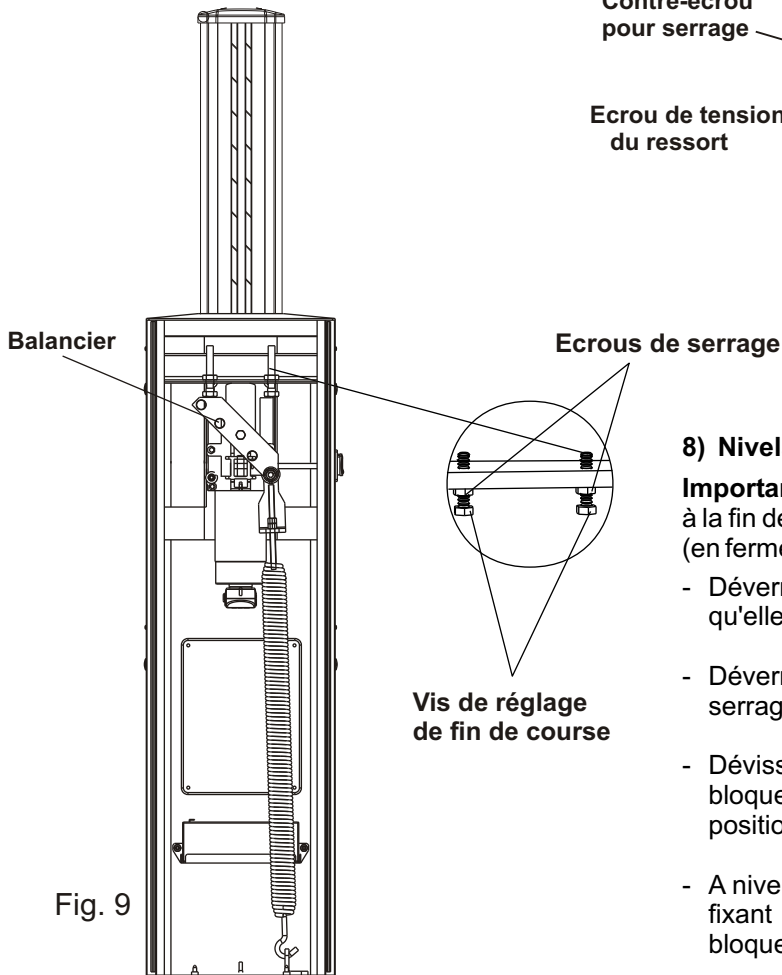

Fig. 9
- Déverrouiller les vis du fin de course en dévissant les écrous de serrage fixés sur les stops mécaniques (Fig.9).
- Dévisser ou visser les vis de fin de course afin que la lisse se bloque en position parfaitement verticale en ouverture, et en position parfaitement horizontale en fermeture (Fig.9).